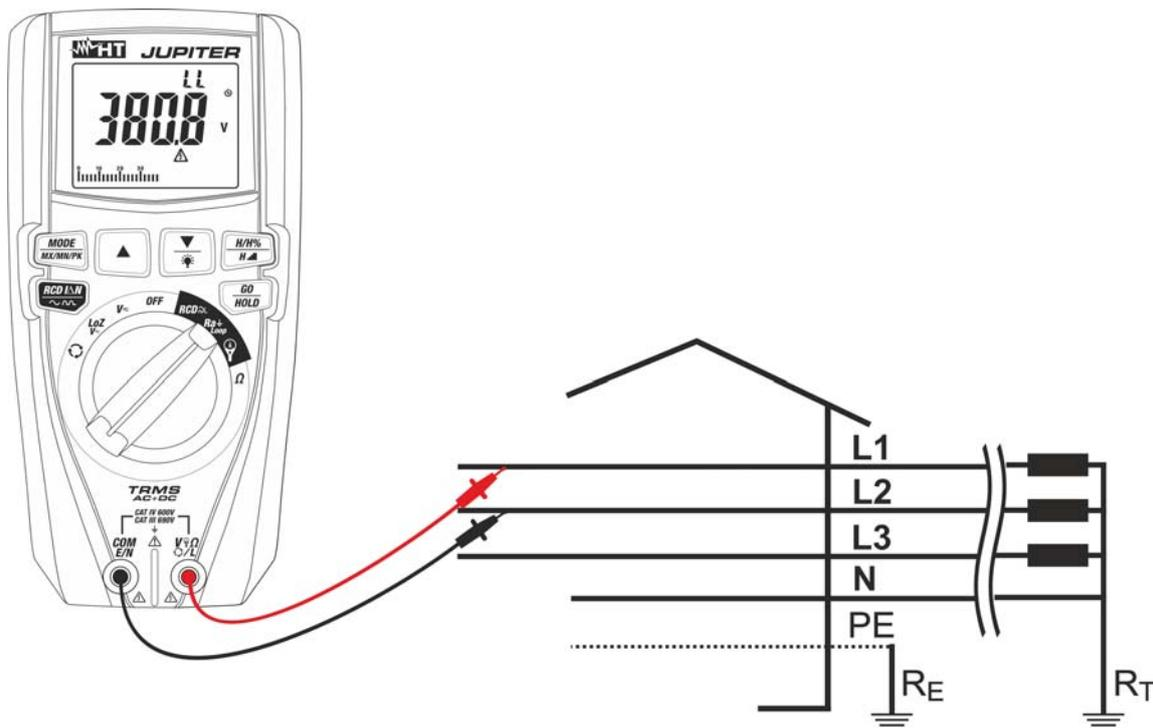

Fig. 27: Uso del instrumento para medida impedancia Bucle L-L con puntas de prueba
9. **Para la medida de Bucle L-L en caso de uso de las puntas de medida** inserte el conductor rojo en el terminal de entrada **V $\Omega$ L** y el conductor negro en el terminal de entrada **COM/E/N** y conecte el instrumento a la instalación en examen (ver Fig. 27). El valor de la tensión Fase-Fase se muestra en pantalla